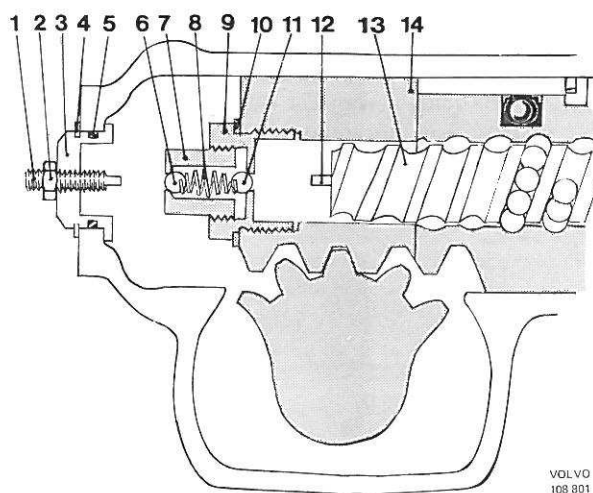
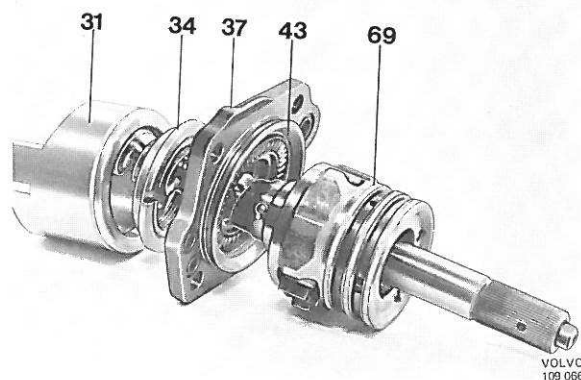

Figure 114. Mécanisme de décharge
Figure 116. Détail de vis sans fin de direction
8. Monter le siège de clapet intérieur (9, figure 114) avec la rondelle (10) de même épaisseur qu'auparavant. Cette rondelle, qui règle le point de décharge, existe dans les épaisseurs de 1,9 à 3,1 mm, de 0,3 à 0,3 mm de différence. Poser la bille de clapet (11), un nouveau ressort (8) et la bille de clapet (6). Revisser en place le siège de clapet extérieur (7).
9. Poser le joint torique (33, planche A) et le segment de piston (32) dans l'ouverture sur la douille (31).
Poser sur la vis sans fin de direction le couvercle (37) qui a été remonté au préalable, avec rondelle de palier (42), roulement (43), écrou annulaire (34) et douille (31), figure 116.
11. Monter le bouchon (3, figure 114) avec un nouveau joint torique (5) et le jonc de verrouillage (4) dans le boîtier.